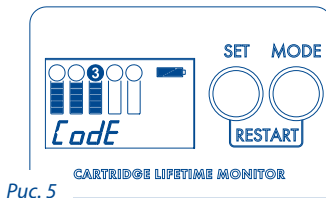

Рис. 5
b. Нажмите и удерживайте кнопку MODE до звукового сигнала, после этого появится надпись CodE (Рис. 5).